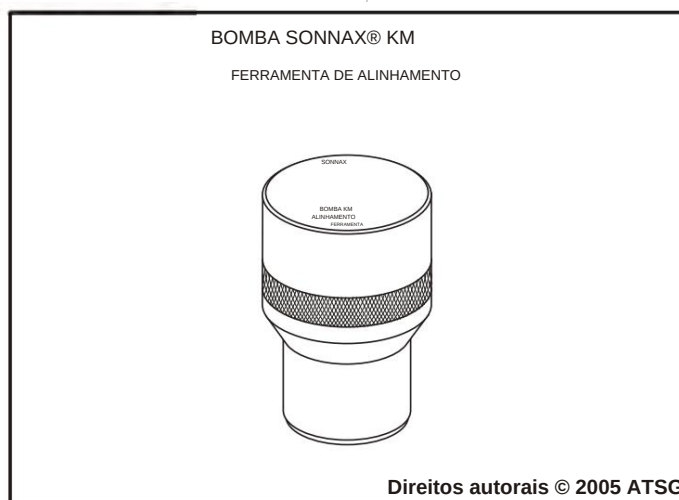

Figura 134
8. Já está disponível na Sonnax®, uma nova ferramenta de alinhamento da bomba de óleo, **obrigatória** para o alinhamento adequado da tampa da bomba, conforme mostrado na Figura 134.